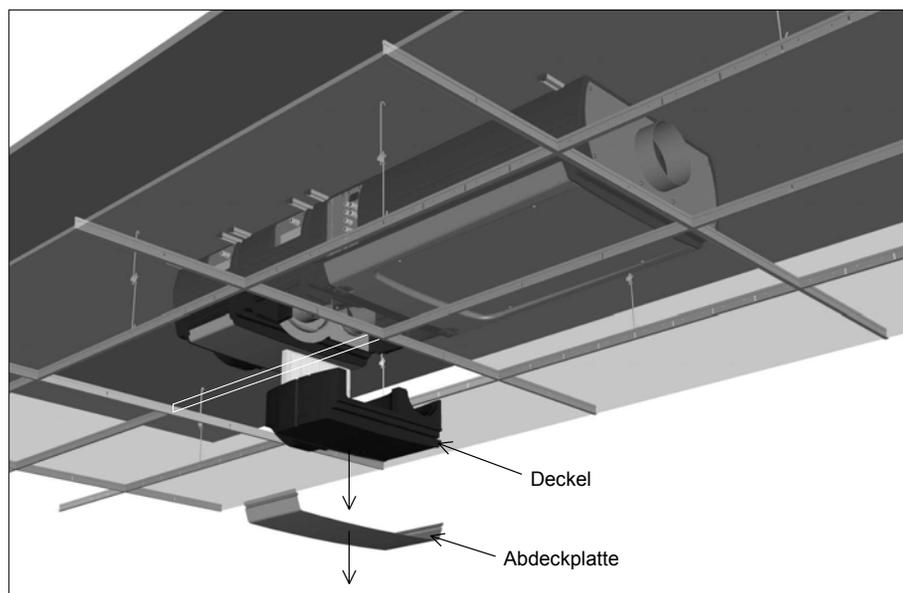

Abbildung 5.4: Zugänglichkeit der Filter/Lüftereinheit.
Erreichbarkeit der Filter/Lüftereinheit: Deckenplatten nach oben und auf die Seite drücken und mittleres Profil entfernen. Die Abdeckplatte entfernen, indem man diese zur Seite und nach unten zieht. Der Deckel wird entfernt, indem man diesen nach unten zieht, siehe Abbildung 5.4.
6. Entfernen Sie die Abdeckplatte, die Kappe und den Filter siehe Abbildung 5.4.